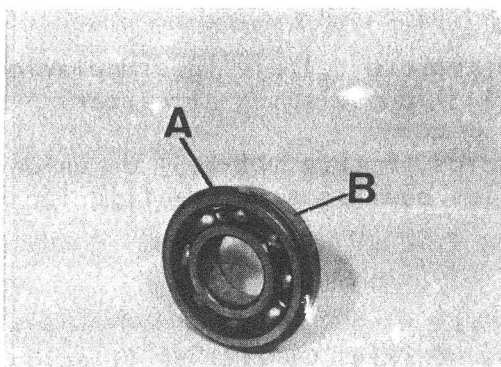

Fig. C1-112 Desmontaje rodamiento trasero
2. Desmontar el anillo elástico, A (Fig. C1-112) de tope del rodamiento, B, usado y se montará sobre el nuevo.
- 2.1. Montar el anillo elástico, A (Fig. C1-112) sobre el nuevo rodamiento, B, del - eje principal.